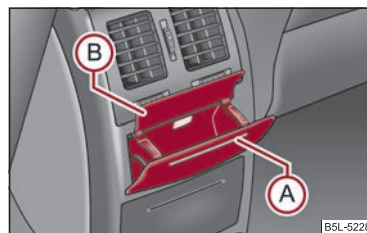

Fig. 91 Consola central alta: Cenicero trasero
- Presione la parte superior de la tapa del cenicero en la zona (A) ⇒ fig. 91.